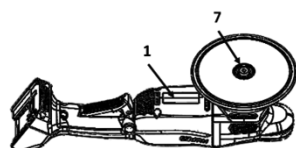

Fig. 2
- Serrare la vite di fissaggio platorello (7) usando la chiave esagonale (10) (Fig. 2);